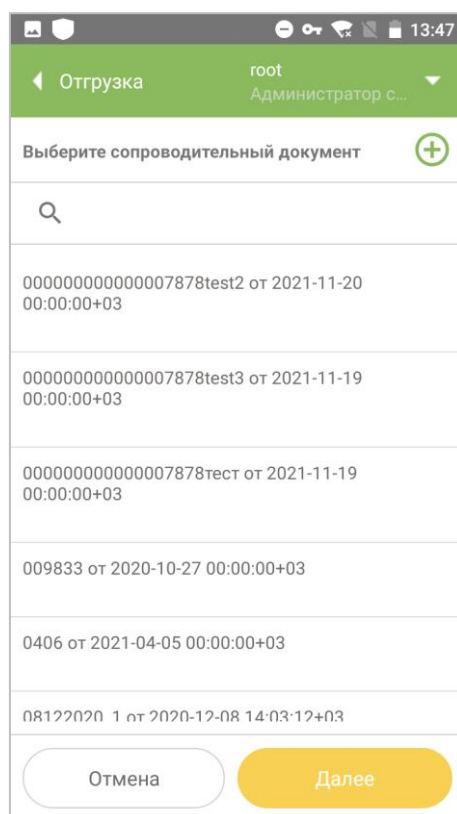

Рисунок 8.11
1. Нажать на иконку «Отгрузка» в главном меню приложения. Откроется окно со списком сопроводительных документов (Рисунок 8.11).